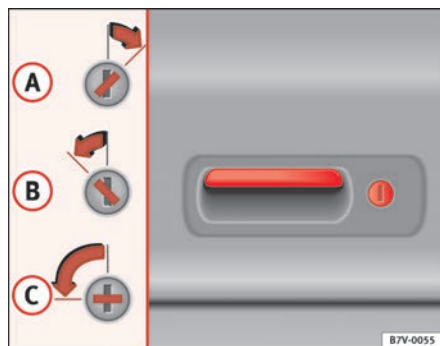

Abb. 63 Schlüsselschlitzstellungen des Heckklappenschlosses
- Durch Drehen des Fahrzeugschlüssels in Position ⇒ Abb. 63 **A** werden die Türen und die Heckklappe verriegelt.
- A** Bei Fahrzeugen mit elektrischen Fensterhebern und elektrischen Ausstellfenstern bzw. elektrischem Schiebedach können offen gebliebene Fenster bzw. das Schiebedach automatisch geschlossen werden. Der Fahrzeugschlüssel muss dazu in Position ⇒ Abb. 63 **A** gehalten werden, bis alle Fenster und das Schiebedach geschlossen sind.